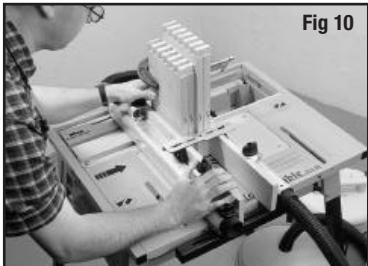

Fig 10
#### Ensamble de cuatro lados simultáneos (Fig. 10)
2. Ajuste la guía para encajar todas las piezas a la vez. Apoye las piezas contra el tope de corte inicial, use pares con la misma longitud y sujetelos con abrazaderas. Fig. 10